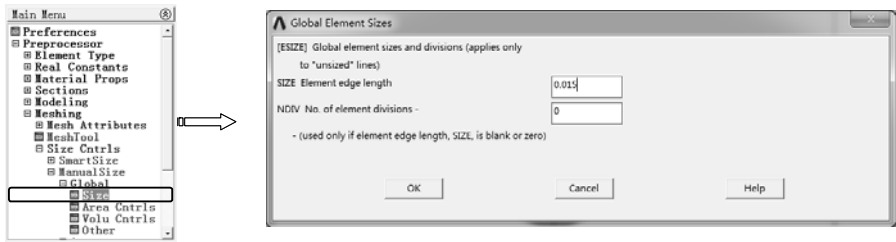

图 8-95 设置全局单元尺寸
3) 选择“Main Menu>Preprocessor>Meshing>Mesh Tool>Size Controls-Global>Set”按钮，也可单击“Main Menu>Preprocessor>Meshing>Size Cntrl>ManualSize>Global>Size”命令，弹出“Global Element Sizes”对话框，输入单元长度为 0.015，如图 8-95 所示。单击“OK”按钮完成。